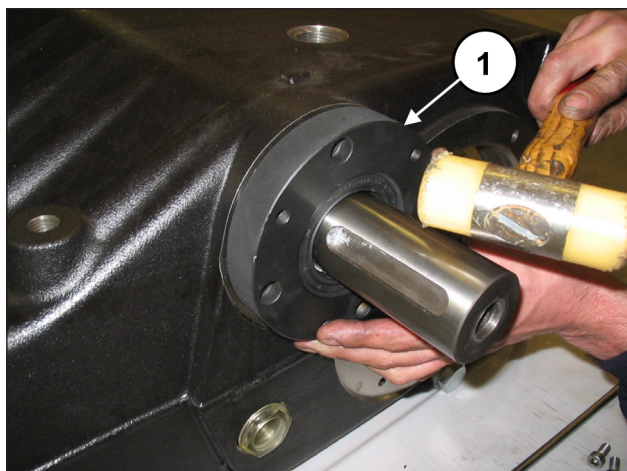
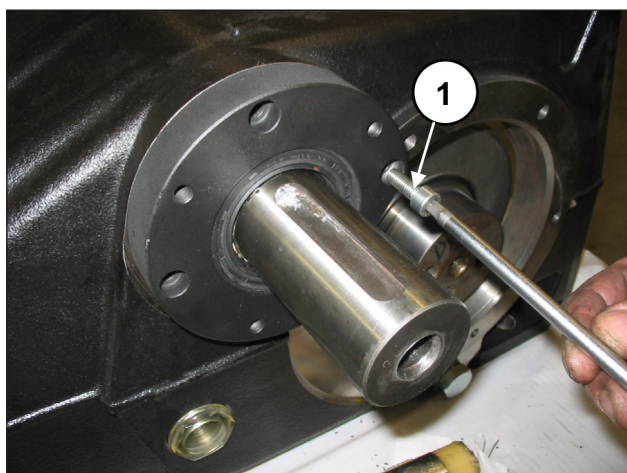

图 67
图 68
使用代码为27539500的工具（①，图 67），将动力输出轴的首个轴承盖（左或右）连同油封安装到泵壳上，并通过4个M8x30螺栓（②，图 68）固定。
将缺少的PT0轴承盖安装到泵壳上（位置①，图 67）并用4个 M8x30 螺钉（位置②，图 68）固定。